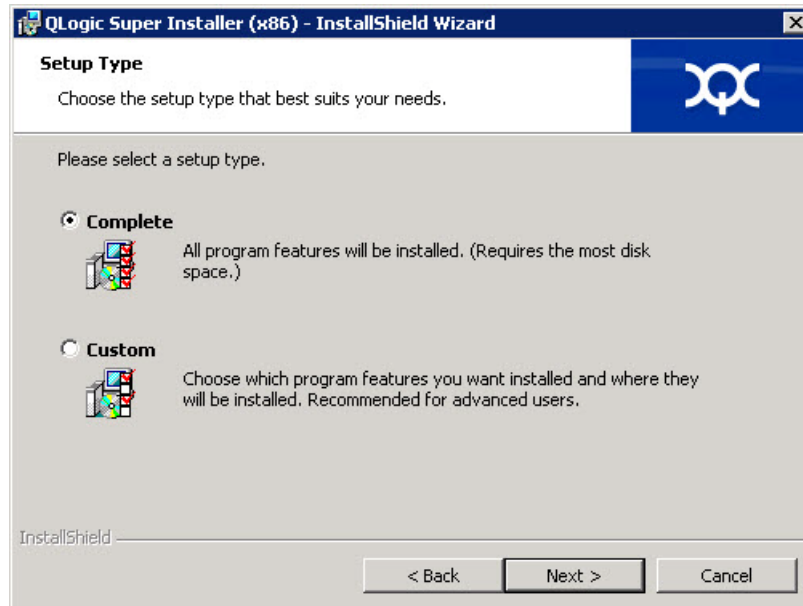

Ilustración 2-4. Asistente InstallShield: Ventana Setup Type (Tipo de configuración)
5. Complete la ventana del tipo de configuración del asistente (Ilustración 2-4) de la siguiente forma: